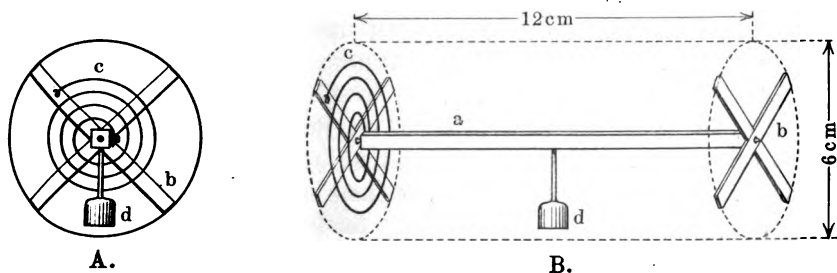

Fig. 10. Der aufwärts rollende Zylinder.
Man macht den Zylinder aus fester, aber geschmeidiger Pappe etwa 12 cm lang und 6 cm im Durchmesser. Bevor er jedoch an den Seiten geschlossen wird, erhält er im Innern eine Einrichtung, wie sie Fig. 10 in Seitenansicht (A) und Längsansicht (B) zeigt.